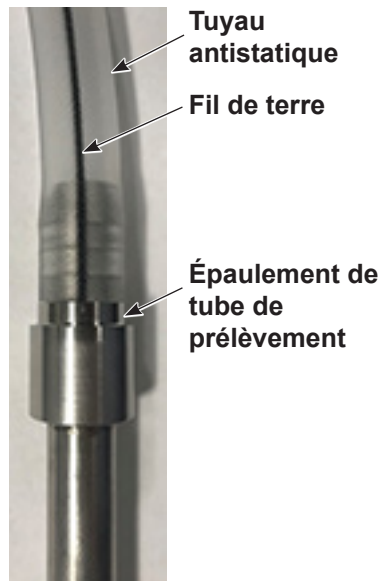

Figure 3 Montage du tuyau antistatique sur le tube de prélèvement
4. Voir la Figure 3. Pousser le tuyau sur la cannelure du tube de prélèvement jusqu'au bout, de manière à ce que le fil de terre interne du tuyau antistatique soit en contact avec l'épaulement de la bride sur le tube de prélèvement.